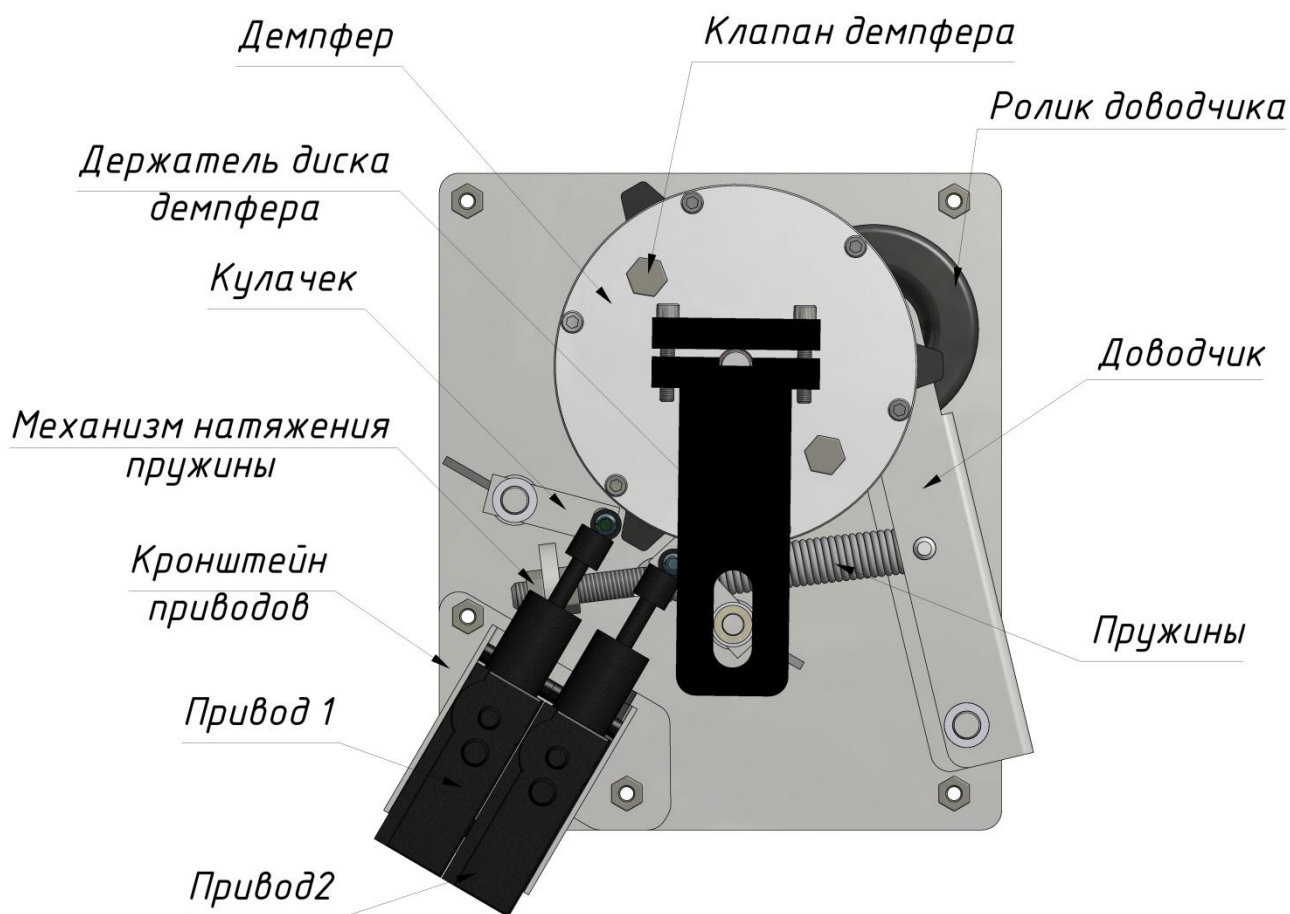

Рисунок 26 – Расположение узлов механизма турникета
- 1) Ослабив винты 1 и 2, снимите держатель диска демпфера (рис. 26).
- 1) Ослабив винты 1 и 2, снимите держатель диска демпфера (рис.26).